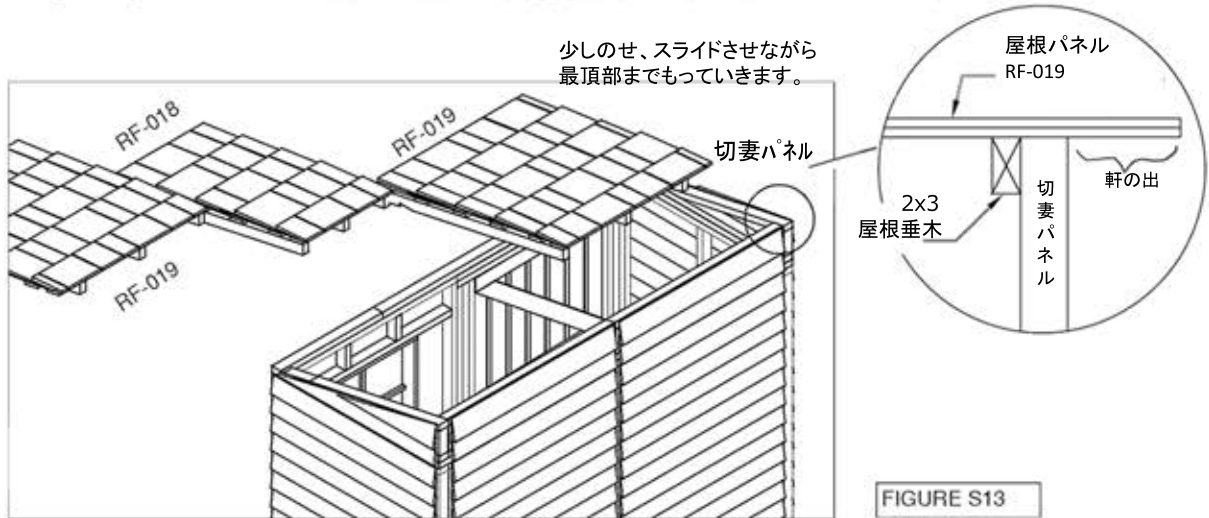

FIGURE S13
- ・ 続けて隣接する屋根パネルをのせ3インチ(76mm)ネジを3本使ってそれぞれ屋根同士を接合します。そして反対側の切妻パネルに対しても最初のRF-019と同じように留めます。図S13参照